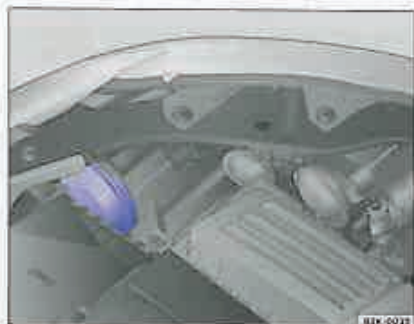

Fig. 46 În compartimentul motorului: Capac lumină de întâlnire.
– Scoateți capacul din cauciuc ⇒ fig. 46 de pe partea posterioară a farului ⇒ ⚠. În funcție de variantă, aici poate exista un capac din plastic cu un mecanism de fixare. Apăsați mecanismul de fixare în sus și scoateți capacul din plastic.
Imaginile ⇒ fig. 46 și ⇒ fig. 47 indică farul din partea stângă din spate. Farul din partea dreaptă este construit ca văzut în oglindă.